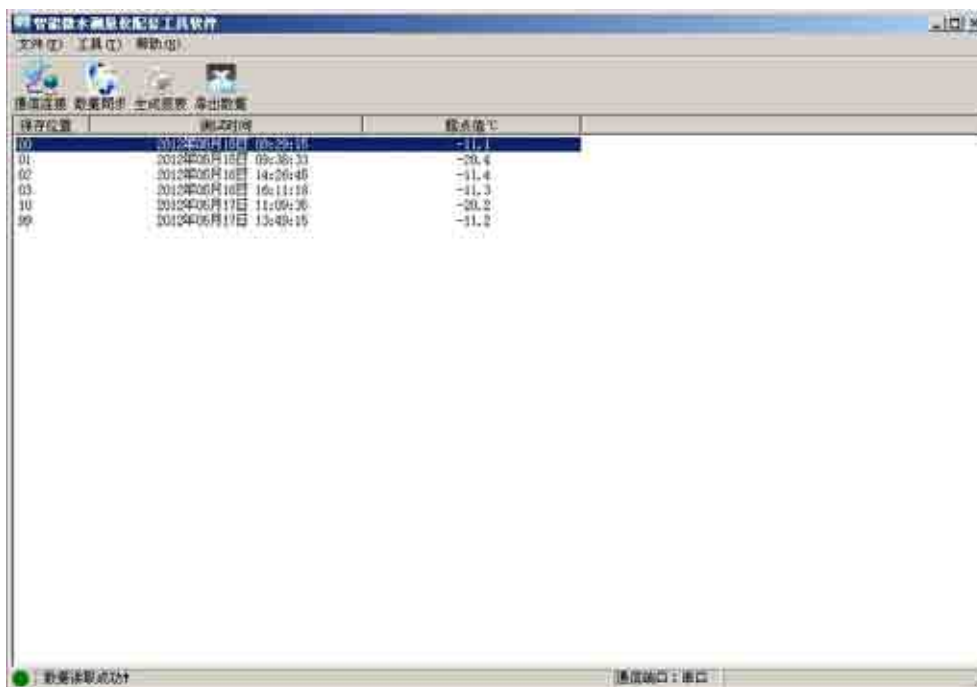

图 19 数据同步
- ①仪器开机后没有进入计算机通信界面；
- ②USB 数据线或串口数据线连接不稳定；
- ③使用 USB 数据线，但 USB 驱动程序没有正确安装；
④安装 USB 驱动程序后，没有重新拔插 USB 数据线。
(4)数据同步。点击“数据同步”按钮，读取仪器中的测量数据。在读取数据时，状态栏的右下角位置显示当前读取数据的位置，读取数据时只读取该位置的有效数据。读取完毕状态栏显示“数据读取成功”，此时光标停留在测量列表的最下方，窗口右方对应的值为光标所在位置的测量数据，如图 19 所示。